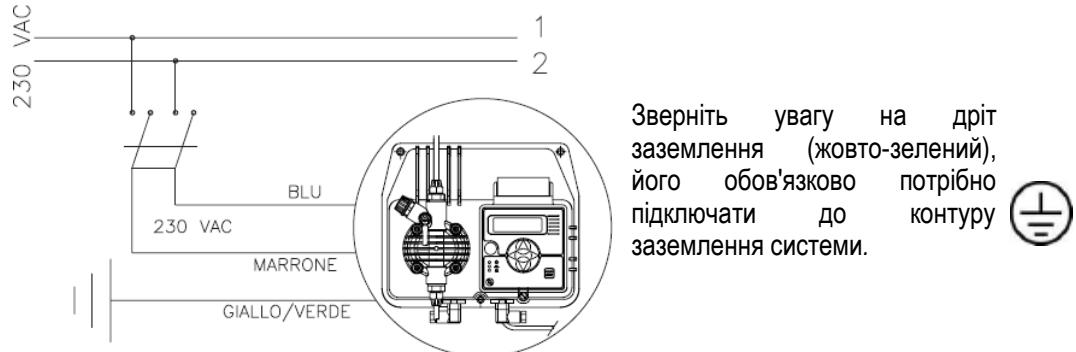

Рис. 4
1. Від'єднати вилку кабелю електро живлення від електричної розетки 220V або вимкнути живлення двополюсним вимикачем з мінімальною відстанню між контактами 3 мм (Рис. 4)
1. Від'єднати Піни від електричної розетки або вимкнути живлення двополюсним вимикачем з мінімальною відстанню між контактами 3 мм (Рис. 4)
- Установка mA (1) SET 1: 4,0 mA
- Установка mA (2) SET 2: 20,0 mA
- Імпульси в хвилину (1) SET 1: 0
- Імпульси в хвилину (2) SET 2: 120 (BTB), 160 (BT), 180 (BT 30-80 л/ч)
- Нижче mA (1) SET 1: Стоп
- Вище mA (2) SET 2: Стоп
b. – Перед початком установки ознайомтеся з правилами електричних підключень у вашому регіоні. (Рис. 4)